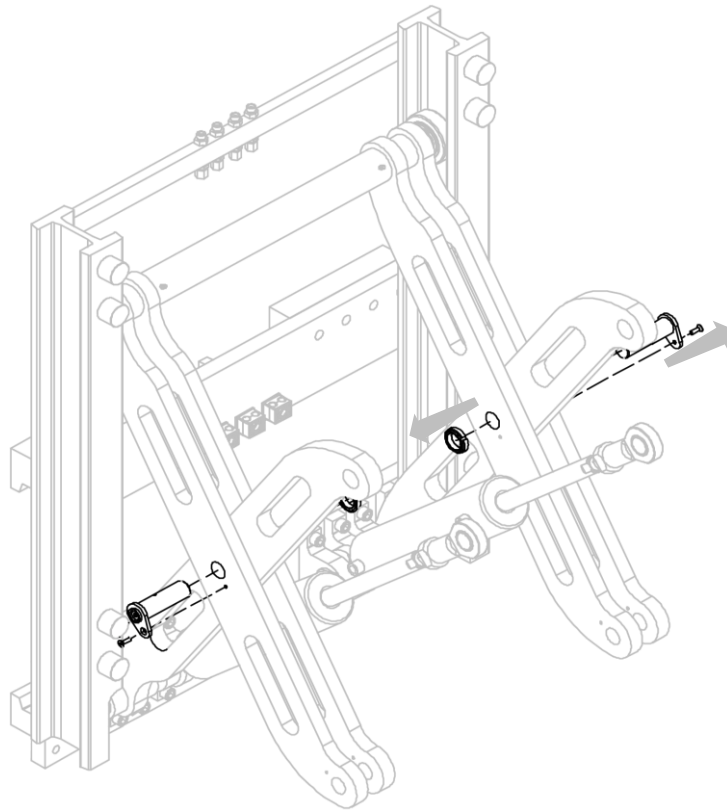
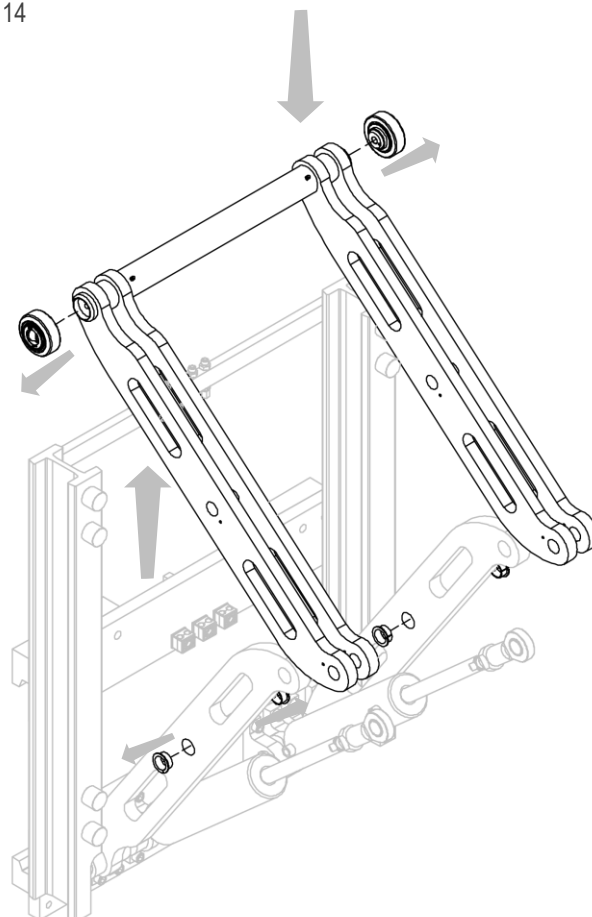

Figura 14
Figura 15
7. Retirar el par de brazos (con sus rodamientos) del implemento, luego de quitar los pasadores que los bloquean (mira *Figura 14* y *Figura 15*).